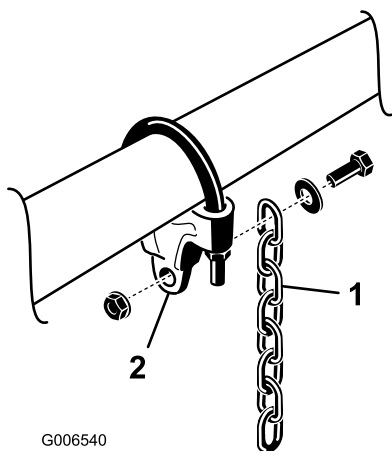

Figure 13
5. Montez une chaîne de relevage sur chaque support de chaîne avec une vis, une rondelle et un écrou, en positionnant l'ensemble comme illustré à la Figure 13